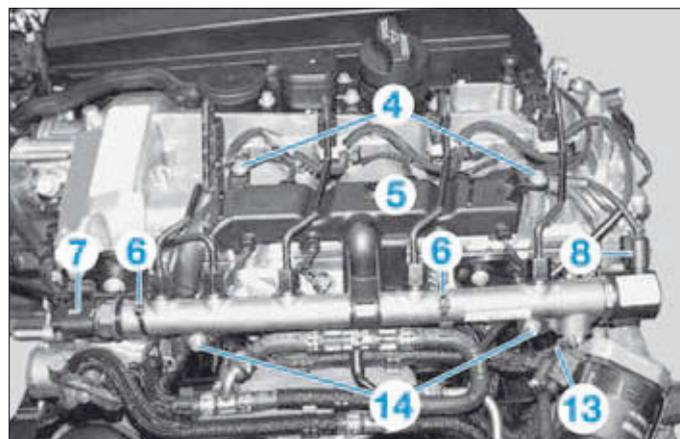

FIG. 38
- Déposer (Fig.38) :
- les vis (4),
- la protection (5).
- Découper les colliers plastiques (6).
- Débrancher le connecteur (7) sur le capteur de pression et le connecteur (8) sur l'électrovanne régulatrice de pression.
- Débrancher la canalisation de retour du carburant (13) de la rampe commune (Fig.38).
- les vis (14),